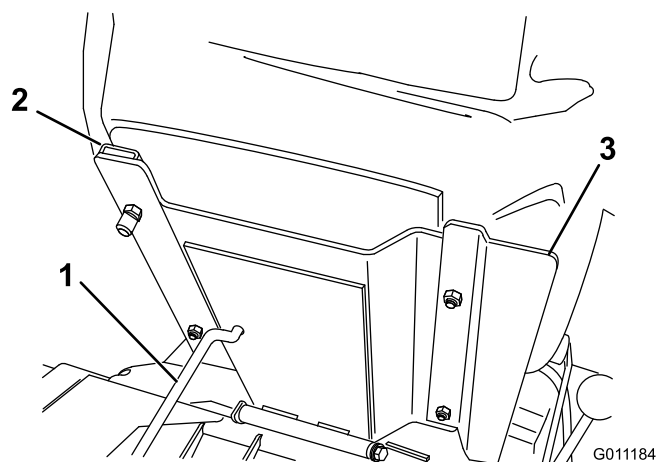

Bild 5
3. Befestigen Sie den Sitz, das Sitzseitenteil und die Sitzführungen mit den Sicherungsmuttern (5/16 Zoll) (Bild 5), die den losen Teilen beiliegen, an der Sitzstütze. Montieren Sie das Sitzseitenteil an der